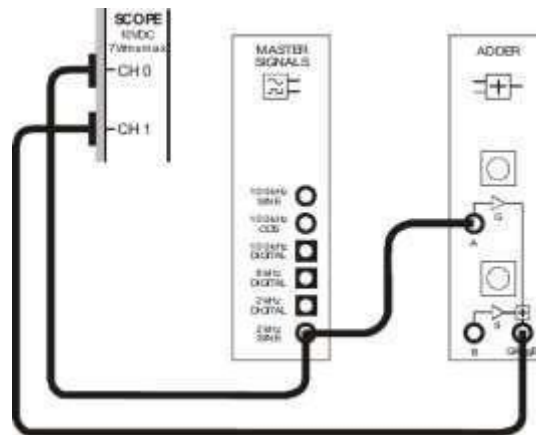

Figura 2.1
4. Conectar una señal 2KHz SINE a la entrada A, observar en el CH0 del Osciloscopio la entrada y en el CH1 la salida  $G_A+g_B$ ; (Figura 2.1).